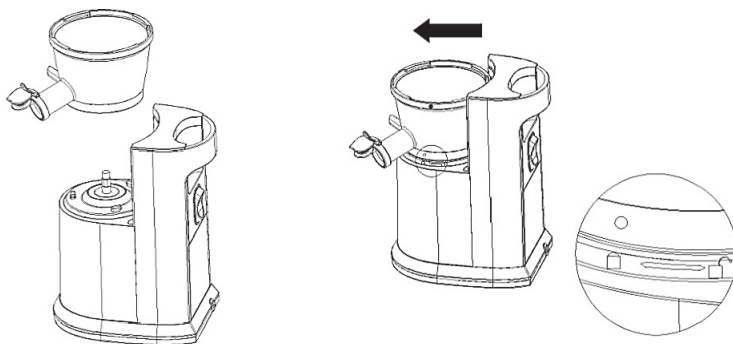

Рис. 1
1. Установить чашу в корпус. (Рисунок 1)